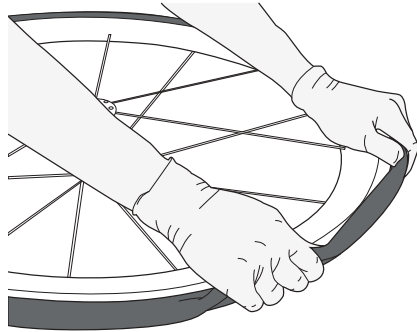

Figura 36.
8. Levante la rueda e introduzca la parte de la cubierta que queda fuera presionando con los pulgares (Figura 36).